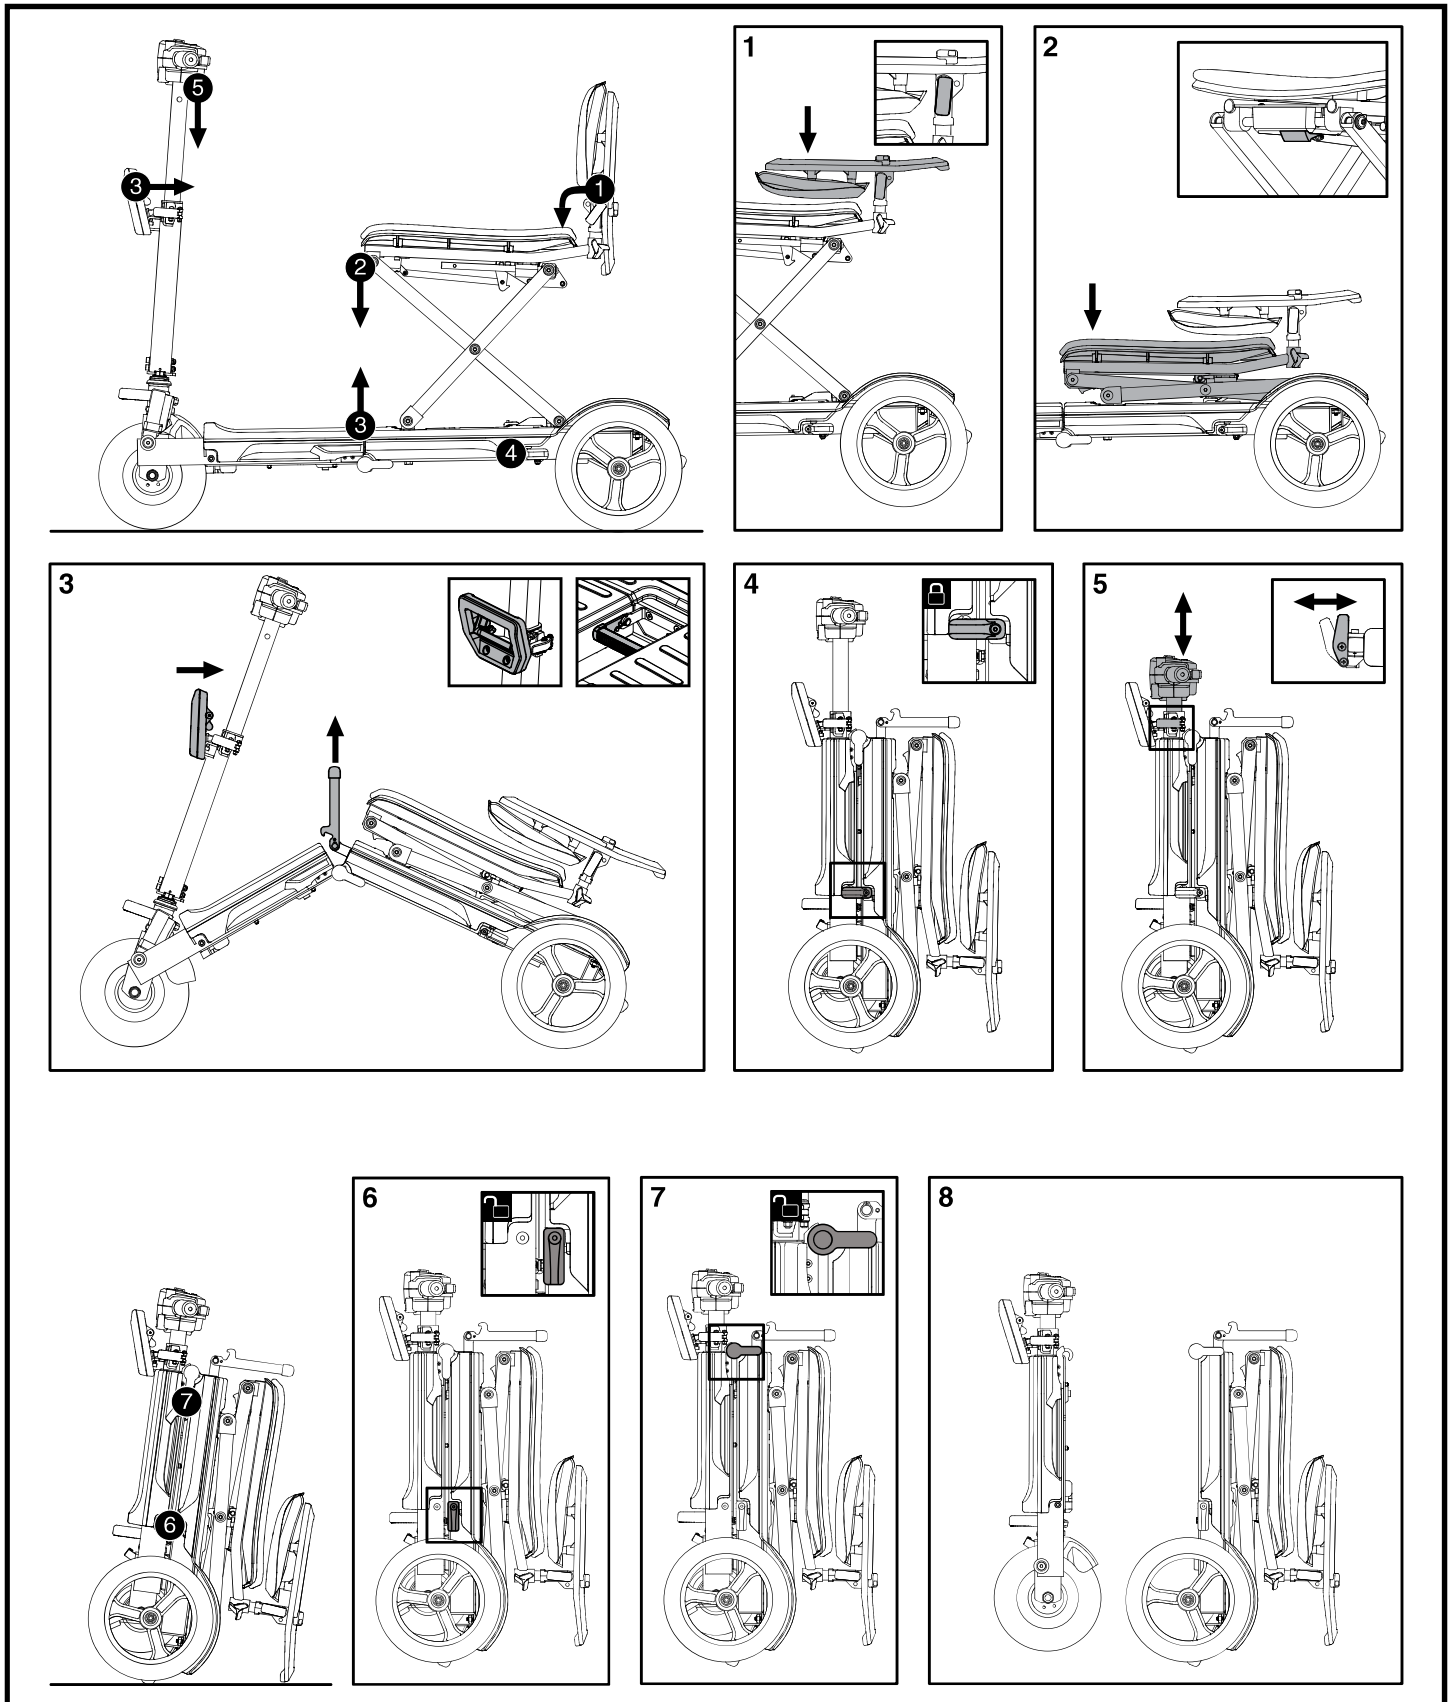

Figure 14. Pliage pour le transport
**Pour plier votre scooter (voir figure 14):**
**Pour déplier votre scooter (voir figure 14):**
1. Pliez votre scooter comme indiqué à l'étape 6 de la **figure 14**. Reportez-vous à V. "Démontage/Montage et Pliage/Dépliage" pour plus d'informations.
4. Dépliez votre scooter comme indiqué sur la **figure 14**. Reportez-vous à V. "Démontage/Montage et Pliage/Dépliage" pour plus d'informations.